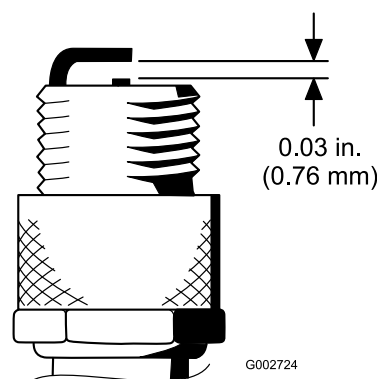

Figure 52
4. Réglez l'écartement entre les électrodes centrale et latérale à 0,76 mm (Figure 52).